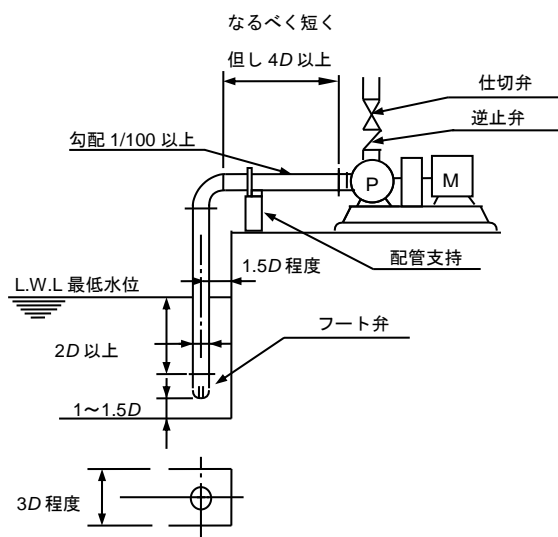
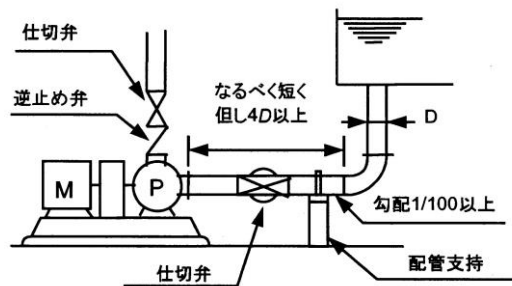

図 2-1
図 2-2
- (1) このポンプは屋内設置用です。屋外で使用される場合は風雨などを避ける屋根などを設けることをお奨めします。(屋外仕様モータを除きます)
- (2) ポンプの保守点検に便利な場所をお選びください。
- (3) 関係者以外の方がポンプに近づけぬよう囲いを設けるなどの対策を施してください。
- (4) ポンプはできるだけ水源に近く、吸込高さ(吸込液面からポンプ中心までの高さ)が低く、かつ、吸込配管の長さが短くなる所に据付けてください。図 2-1 または、図 2-2 を参照してください。